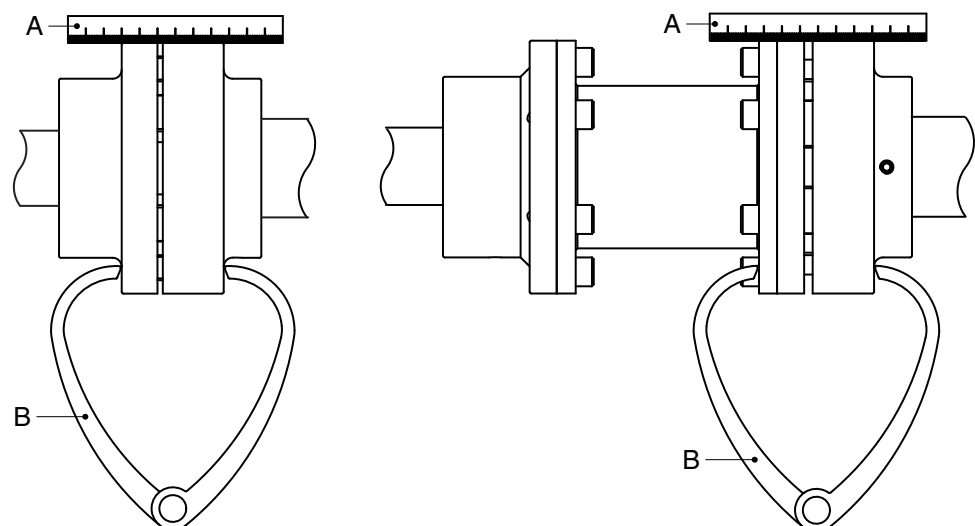

Bild 8: Rikta in kopplingen efter en linjal och en krumcirkel.
- 1 Lägg en linjal (A) på kopplingen. Placera eller ta bort så många kopparmellanlägg som behövs för att få elmotorn i rätt höjd, så att den raka kanten nuddar vid båda kopplingshalvornas hela längd, see bild 8.
- 3 Kontrollera inriktningen igen med hjälp av en krumcirkel (B) placerad i två diametriskt motsatta punkter på kopplinghalvornas sidor, se bild 8.